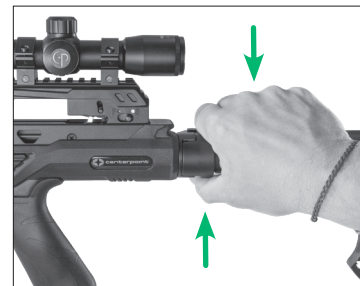

FIGURA 11
Con la ballesta apuntada en una dirección segura y una flecha cargada, deslice el interruptor del seguro (Parte 20) hacia adelante hasta que oiga y sienta que se desactiva. El seguro está desactivado y la ballesta está lista para ser amartillada o disparada cuando el interruptor del seguro se ha movido desde debajo de la posición (S)AFE (Seguro activado) y el punto blanco, a debajo de la posición (F)IRE (Fuego) y el punto rojo, como se ilustra en la Figura 11 en la página 4.
**PRECAUCIÓN:** NO UTILICE EL INTERRUPTOR DE PREPARACIÓN DE AMARTILLADO (PARTE 3) PARA DESACTIVAR EL SEGURO SI LA BALLESTA ESTÁ AMARTILLADA, O DESACTIVARÁ EL MECANISMO CONTRA DISPAROS EN SECO. UTILICE ESTE INTERRUPTOR ÚNICAMENTE PARA DESACTIVAR EL SEGURO SI LA BALLESTA ESTÁ AJUSTADA EN (S)AFE (SEGURO ACTIVADO) Y DESEA AMARTILLARLA.